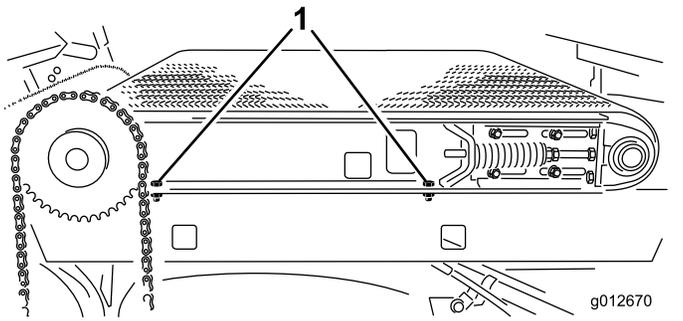

図 33
4. 装置右側で、スライダフレームレールを右側フェンダに固定しているキャップスクリュ2本をゆるめる 図 33。スライダベッドを傾けられるように、ボルト類は十分にゆるめる。